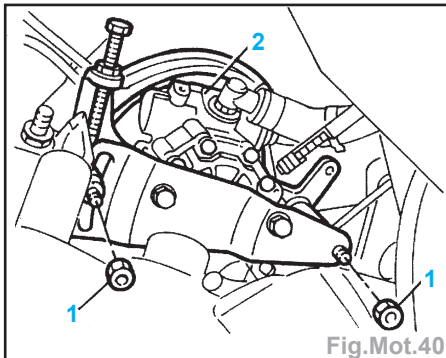

Fig.Mot.40
- les écrous (1) et écarter la pompe de DA (sans déconnecter les canalisations) (Fig.Mot.40),